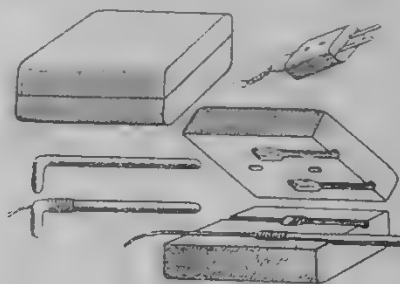

Рис. 4.
4. (Рис. 4). Брусек распиливают на